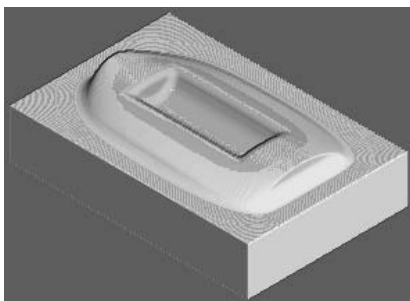

图 3-98 仿真加工结果 5
2) 在“仿真”工具栏的“当前刀具路径”下拉列表中选择要模拟的刀具路径 finish4,然后单击“执行”按钮,系统开始自动仿真加工,仿真加工结果如图 3-98 所示。